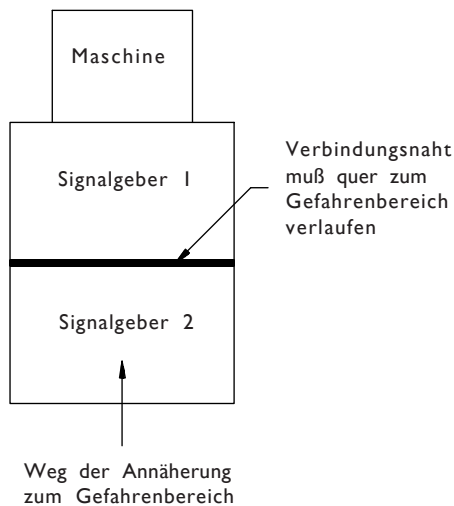

Abbildung 3 - Anordnung der Verbindungsnahte
- (b) Wie in Abbildung 3 demonstriert, sollten die Signalgeber quer zur Maschine verlegt werden, so dass die Naht der Totzone nicht in den Gefahrenbereich führt.